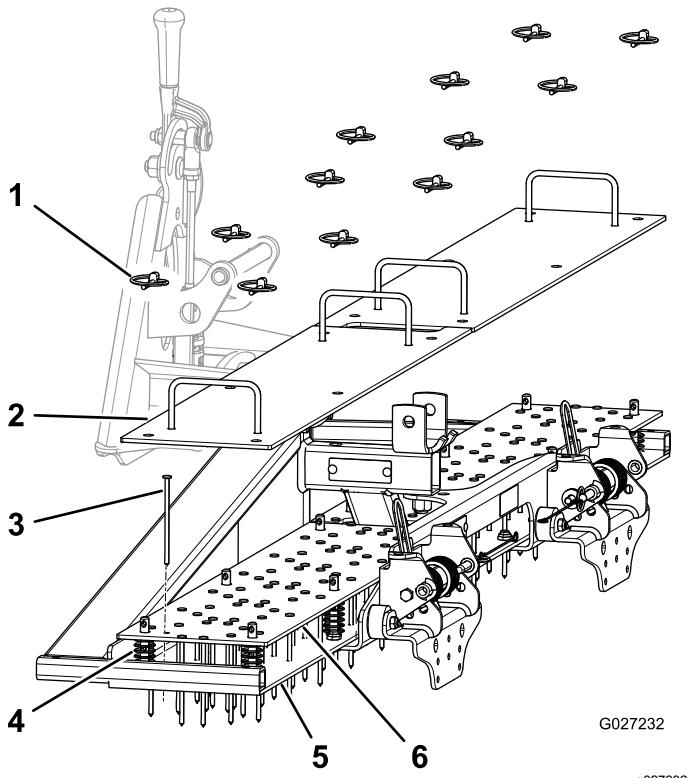

Bild 3
- Entfernen Sie die Klappstecker (Bild 3).
- Klappstecker (12)
- Obere Platte (2)
- Nägel (130)
- Spulenfeder (12)
- Nagelplatte (2)
- Entfernen Sie die oberen Platten (Bild 3).
- Entfernen Sie die Nägel (Bild 3).
- Entfernen Sie die Nagelplatten (Bild 3).